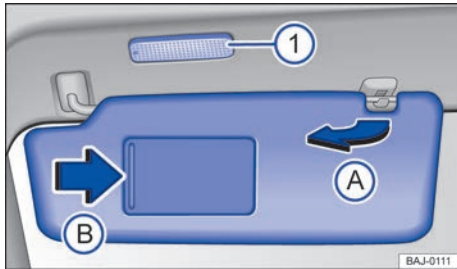

Fig. 91 En el revestimiento interior de la parte delantera del techo: parasol.
- Se pueden extraer del soporte y girar hacia las puertas → **fig. 91 (A)**.
En la parte posterior del parasol hay un espejo de cortesía provisto de una tapa. Al desplazar la tapa → **fig. 91 (B)**, se enciende una luz → **fig. 91 (1)**.